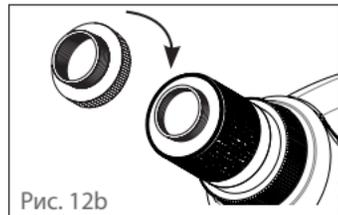

Рис. 12b
2. Установите Т-адаптер (входит в комплект поставки). Рис. 12b.